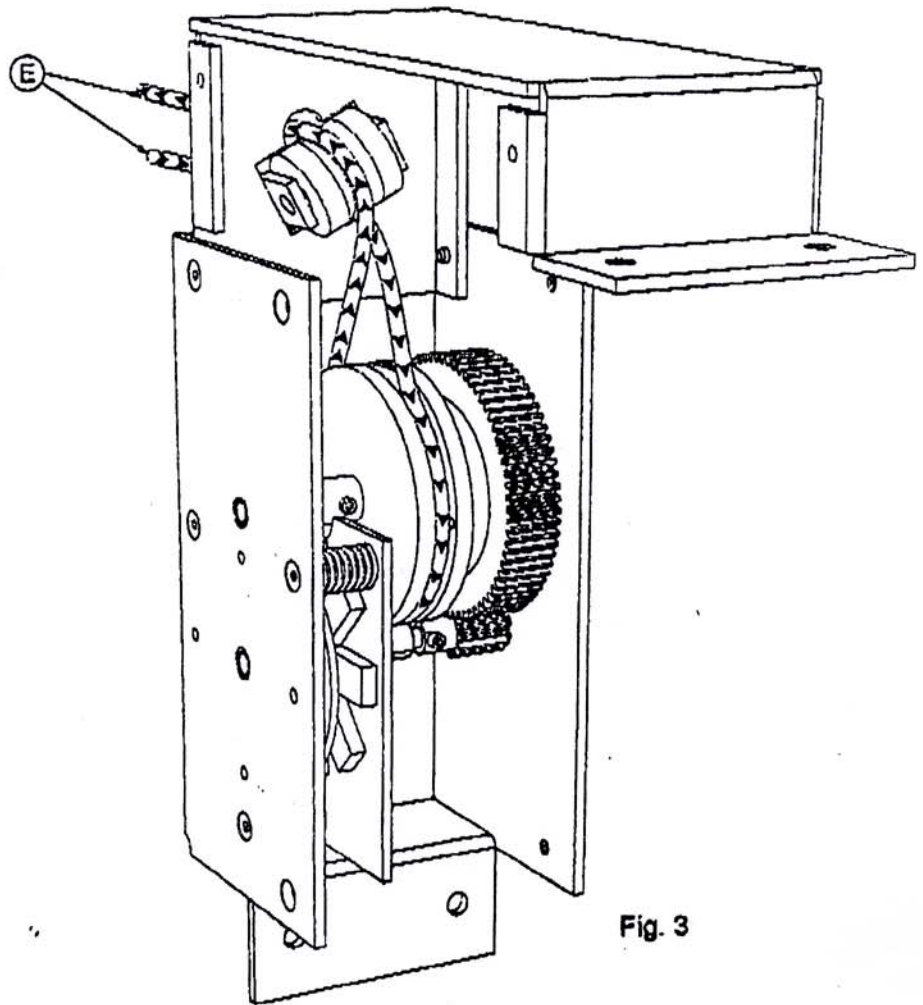

Fig. 3
- B. 4 mm vahvuinen vaijeri E kiinnitetään joko kiskoon tai vastapainoon F ja viedään kannen reiästä sisään ja kierretään ohjausrullan toiselta puolelta alas vaijeripyörän ympäri ja ohjauspyörän toista sivua ylös (Fig. 3.) ja kiinnitetään oveen.